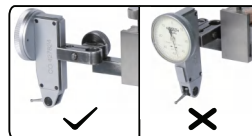

Abb. 2
- Bitte installieren Sie die Messuhr korrekt gemäß Abb. 2.